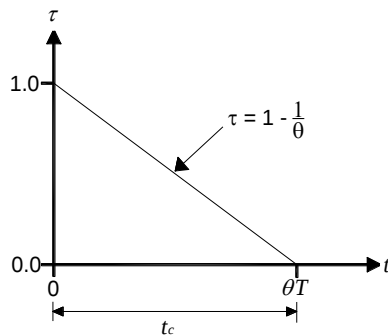

Figura 2. Ley de cierre lineal
- τ ley de cierre lineal, ver figura 2